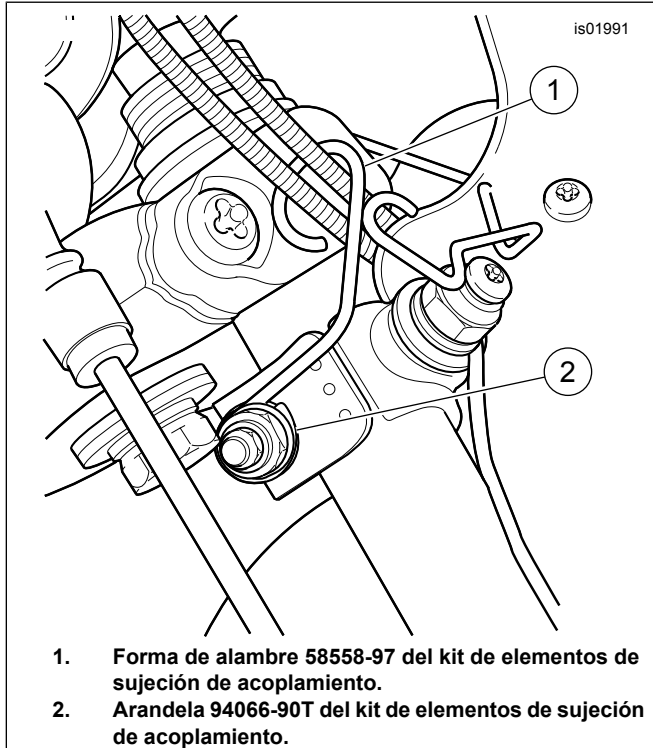

Figura 3. Conexión de los cables del acelerador (todos los manillares, excepto los estilo Buckhorn) (vista hacia arriba)
2. Para los manillares diferentes a los manillares tirados hacia atrás estilo Buckhorn, vea la Figura 3. Use la forma de alambre (1), del kit de elementos de sujeción de acoplamiento, para asegurar los cables del acelerador a la abrazadera de montaje superior, como se muestra. Coloque la arandela cromada (2) del kit entre la forma de alambre y la tuerca de la abrazadera de montaje.